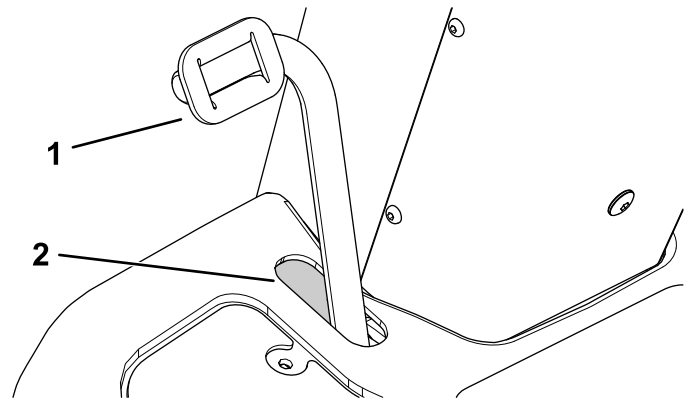

Figura 86
1. Apăsai pedala de frână pentru a verifica dacă există un spațiu suficient la extremitatea din față a fantei (**Figura 86**).